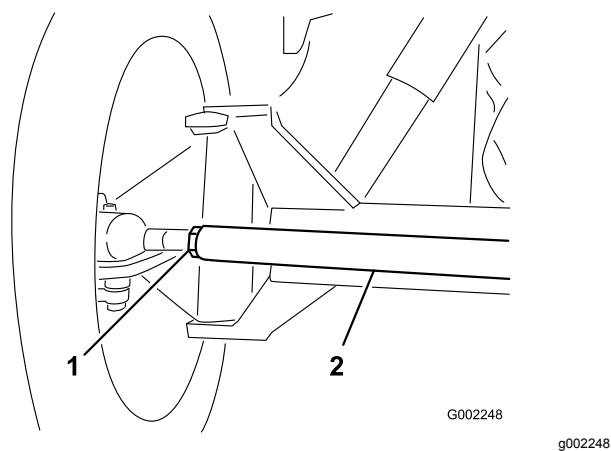

図 80
3. 前後の測定値の差が所定範囲にない場合、タイロッド両端のジャムナットを外して調整を行う(図 80)。